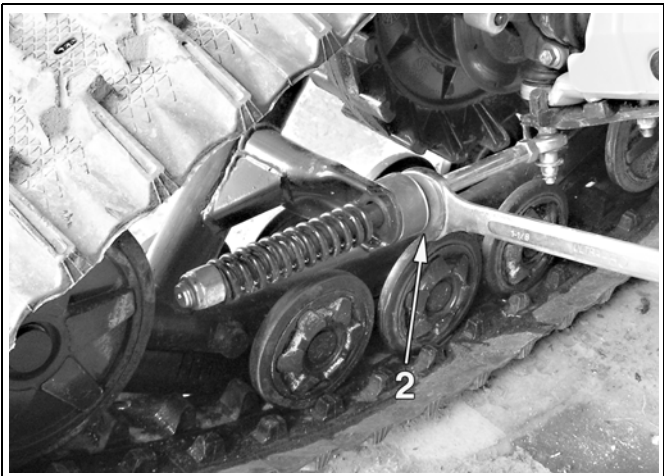

Abbildung 5
- Stellen Sie die in Abbildung 5 dargestellte Überwurfmutter (2) ein, bis das Flacheisen einen Abstand von 254 ± 6 mm zum Boden erreicht.